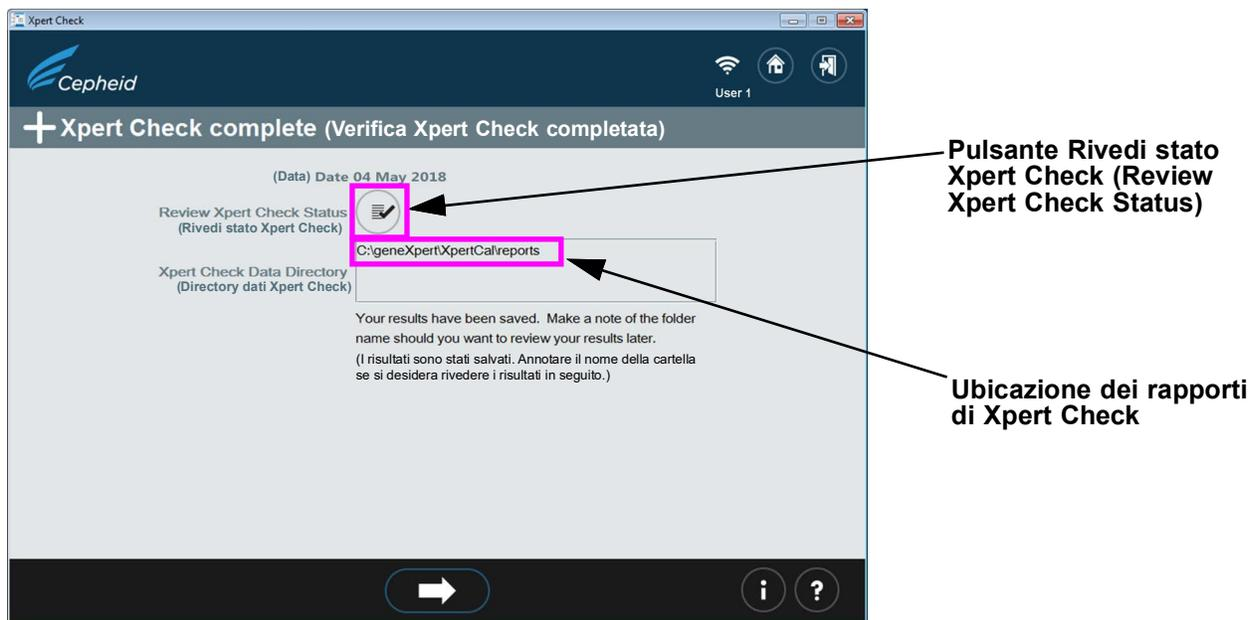

Figura 2-26. Schermata Verifica Xpert Check completata (Xpert Check complete)
23. Dopo l'applicazione dei codici Xpert Check a tutti i moduli che hanno superato il test (ossia i moduli verdi con il simbolo "+"), verrà visualizzata la schermata Verifica Xpert Check completata (Xpert Check complete). Vedere la Figura 2-26. Questa schermata mostra l'ubicazione del rapporto dei dati Xpert Check che può essere eventualmente consultato.
Per visionare i risultati Xpert Check, vedere il Passaggio 23 e la Figura 2-26, che indica il percorso e l'ubicazione dei file dei risultati Xpert Check e del rapporto riepilogativo di Xpert Check.